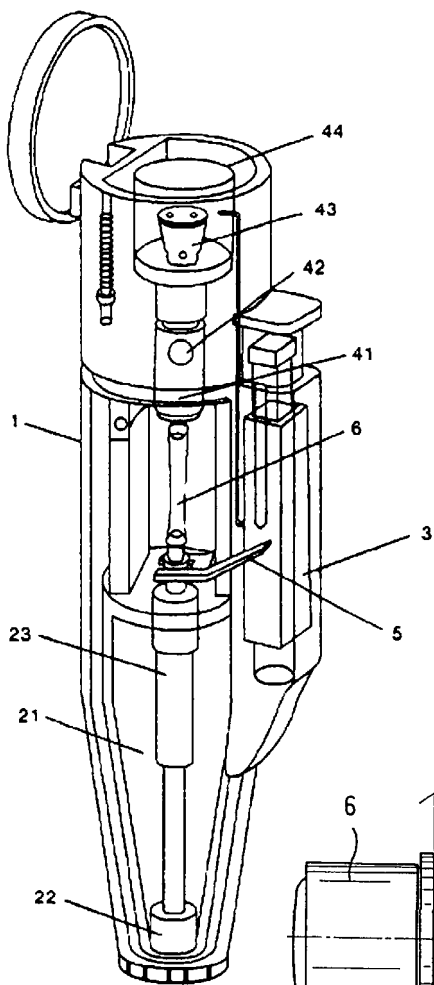

Рис. 8
**Зажигалка с многочисленными выходами пламени** описана в патенте США 6558156 (2003 г.). Она состоит (рис.8) из корпуса 1, контейнера для топлива 21, штуцера заправки 22, регулируемого штуцера 23, рычага открывания штуцера 5, который находится в контакте со средством зажигания 3, соединительной трубки 6, которая соединяет штуцер 23 с испарителем 41, к верхней части которого присоединена смесительная камера 42. В верхней части камеры 42 находится сопло 43, к которому присоединена камера пламени 44. При нажатии кнопки на средстве зажигания 3 срабатывает рычаг 5 и топливо из контейнера 21 проходит через трубку 6 в испаритель 41, затем в смесительную камеру 42, где смешивается с воздухом. Затем смесь поджигается средством зажигания 3, и пламя выходит через несколько отверстий в сопле 43. При нескольких выходах пламени сигарета прикуривается быстрее.